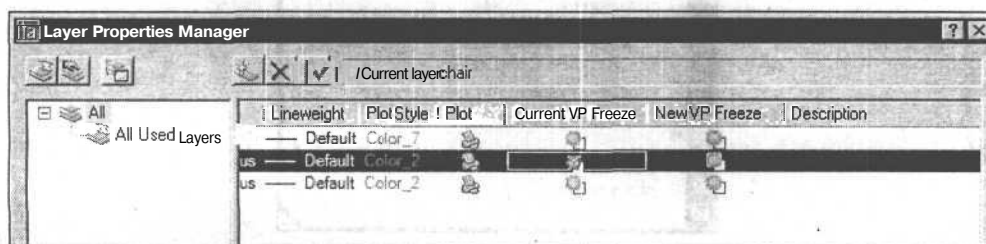

Рис. 19.26. Замораживание ненужных слоев в диспетчере свойств слоев
9. Перенесите детали чертежа в дополнительных видовых экранах на вновь созданный слой и оставьте его видимым, а все остальные слои в них заморозьте, воспользовавшись диспетчером слоев. Для этого перейдите в видовые экраны, установив пространство модели в строке состояния. Выберите слои и щелкните на пиктограммах снежинок в столбце **Current VP Freeze** (Заморозить в текущем видеозэкране) (рис. 19.26).